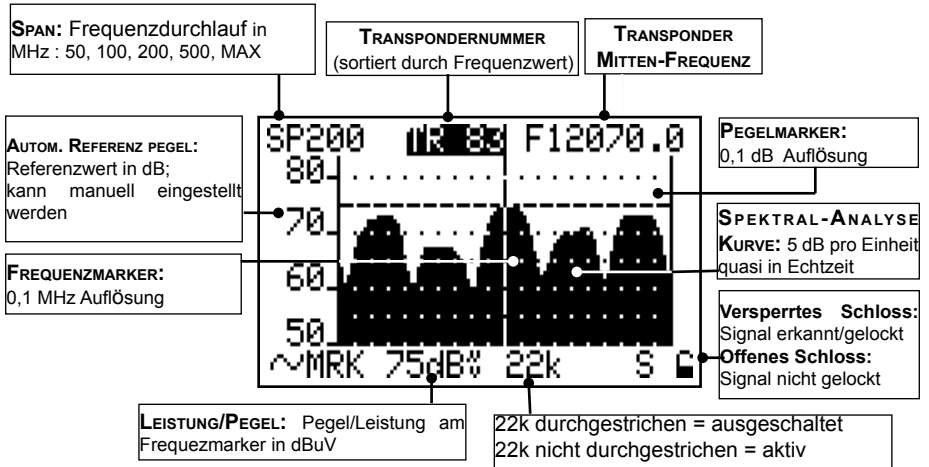

Abbildung 7.1 Spektrum eines ASTRA-Transponders mit 500 MHz SPAN
- Verwenden Sie das Drehrad um die Einstellparameter für die Spektrumsmessung wie in Abbildung 7.1 zu ändern: SPAN, Transponder- oder Programmnummer, Frequenz und Referenzpegel. Das jeweils selektierte Feld wird durch einen dunklen Hintergrund hervorgehoben.